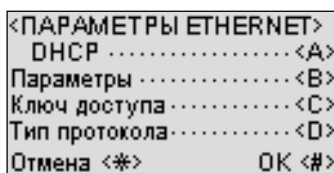
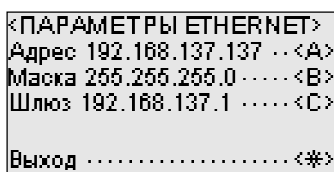

Рис. 34 Экранная форма <ПАРАМЕТРЫ ETHERNET>
Рис. 35 Меню настройки сетевых параметров
- Выбрать пункт меню порт Ethernet, нажав кнопку [B] на клавиатуре изделия. Экранная форма примет вид, представленный на Рис. 34.
- Для автоматического назначения параметров IP в меню (Рис. 34) следует выбрать пункт *DHCP*, нажав кнопку [A]. Повторное нажатие кнопки [A] отменяет этот режим.
- Для установки параметров IP вручную следует нажать кнопку [B] в меню, представленном на Рис. 34. Вновь открывшаяся экранная форма (Рис. 35) позволяет изменить IP-адрес устройства, маску и шлюз сети.
Выбрать параметр для редактирования нажатием соответствующей кнопки [A], [B] или [C] в меню, представленном на Рис. 35.
• Для установки связи с программой «С-Монитор» или иным ПО через Ethernet обязателен ключ доступа. Ключ генерируется изделием. Для просмотра ключа или его смены следует нажать кнопку [C], находясь в меню <ПАРАМЕТРЫ ETHERNET> Рис. 34.
• Для выбора типа протокола связи, находясь в меню <ПАРАМЕТРЫ ETHERNET> Рис. 34 следует нажать кнопку [D].